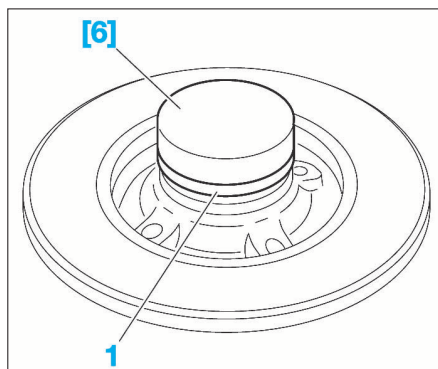

FIG. 43
- Positionner la cible radiale d'antiblocage de roue (1) sur le moyeu / disque de frein arrière (Fig.43).